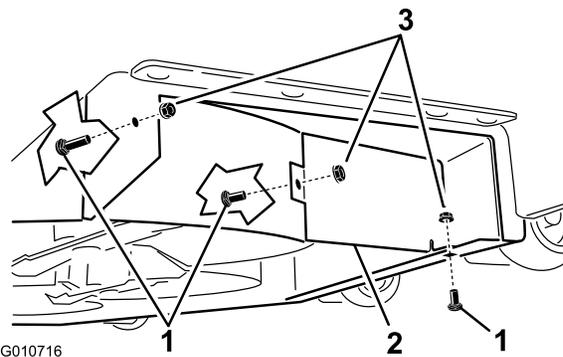

Figura 3
9. Localice el protector del deflector entre las piezas sueltas. Utilice dos pernos (5/16 x 3/4 pulgada) y dos contratuercas (5/16 pulgada) a la plataforma para sujetar el protector del deflector al deflector derecho y a la plataforma de corte según se muestra en Figura 3. Apriete las fijaciones a mano.